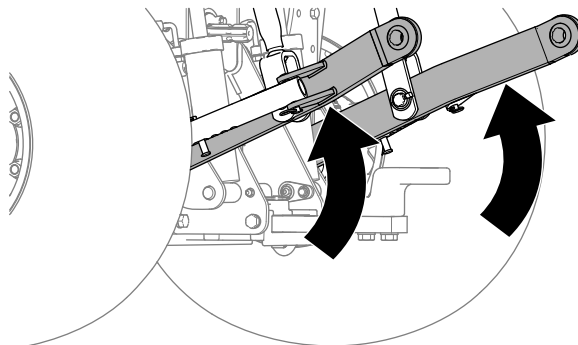

Figure 11
4. Levez complètement les tirants inférieurs de l'attelage 3 points (Figure 11).